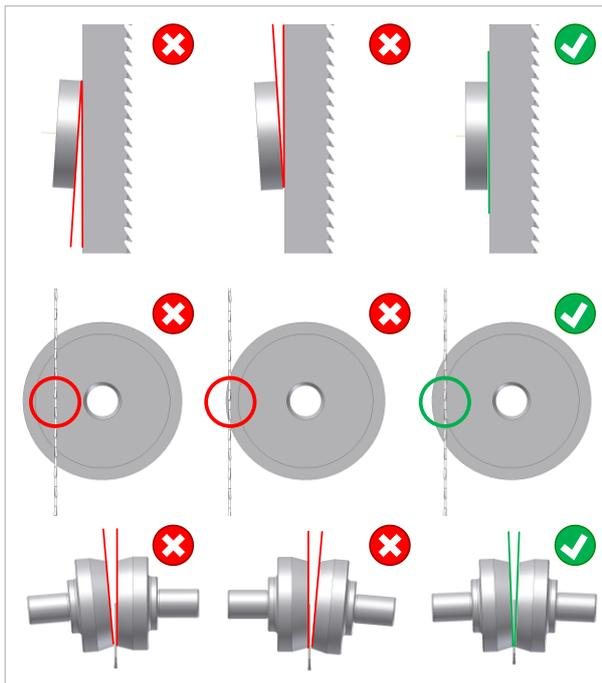

Abbildung 31: Grundeinstellung der Rücken- und Seitenrollen
- Seitenrollen so einstellen, dass sie das Sägeblatt nur leicht berühren (siehe ⇒ Abbildung 31). Bitte Acht geben, dass hierbei das Sägeblatt nicht seitlich weggedrückt wird!
- Die ⇒ Abbildung 31 zeigt ganz rechts die optimale Einstellung der Rücken- und Seitenrollen und links bzw. mittig, welche Einstellungen falsch sind und vermieden werden müssen.
- Die Rückenrolle muss parallel zum Sägeblattrücken (senkrecht) stehen (⇒ Abbildung 31 oben rechts).
- Das Sägeblatt muss genau vor der Innenkante der Rückenrollen laufen (⇒ Abbildung 31 Mitte rechts).
- Die Öffnungswinkel zwischen den Seitenrollen und dem Sägeblatt müssen auf beiden Seiten des Blattes gleich groß sein (⇒ Abbildung 31 unten rechts).